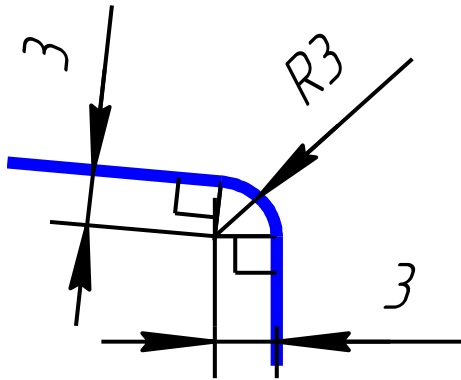

Рисунок 3.26 – Пример построения сопряжения между прямыми внешний угол
3. Дуга радиуса 3 – это сопряжение между линией уклона и вертикальной прямой. Уклон строим по правилам построения сопряжения между прямыми (рисунок 3.26).